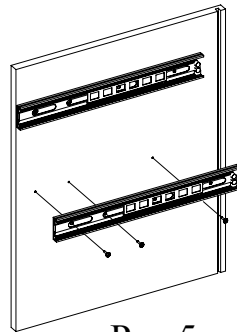

Рис.5
3. Установите петли на двери, а ответные планки петель на боковину 2 (Рис. 5).